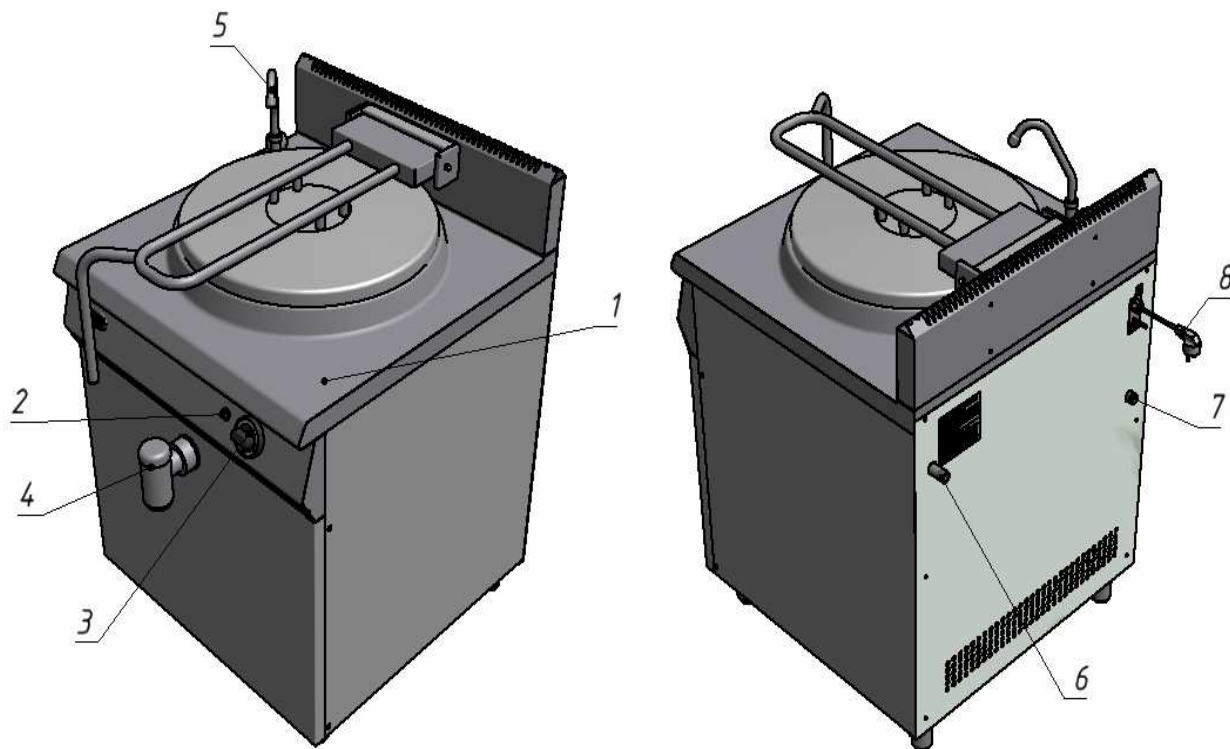

Рис. 1
5.1. Основные части изделия указаны на рис.1 и перечислены в таблице 1.